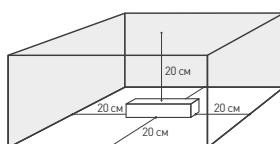
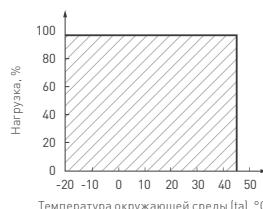

Рис. 2. Свободное пространство вокруг источника
Рис. 3. Максимальная допустимая нагрузка, % от мощности источника
- 4.3. Для естественной вентиляции обеспечьте не менее 20 см свободного пространства вокруг источника питания, как изображено на рис. 2. Если обеспечить свободное пространство невозможно — используйте принудительную вентиляцию. В случае установки в ограниченном пространстве (например, лайтбокс или профиль) предусмотрите обеспечение требуемого температурного режима источника питания согласно рис. 3.